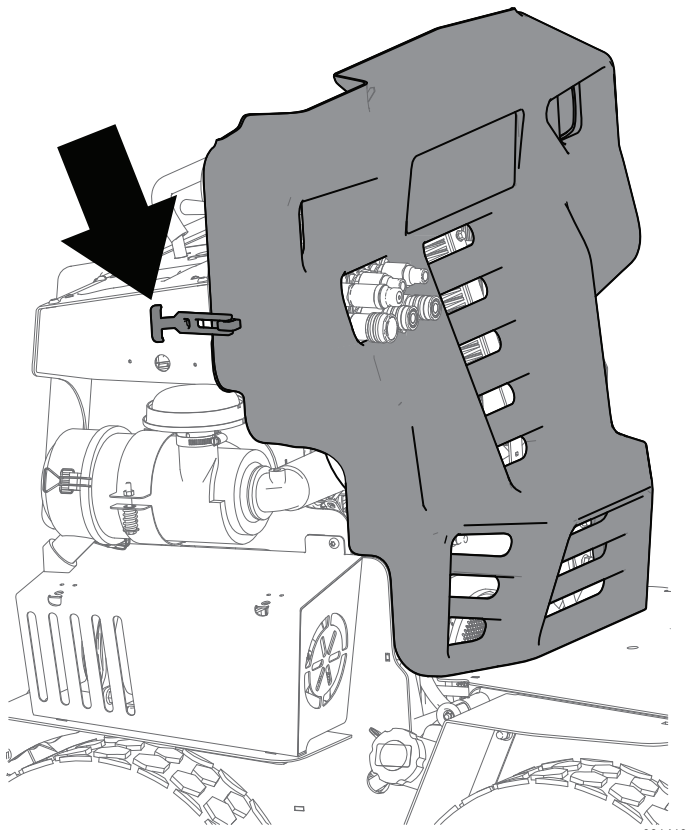

Bild 19
1. Entfernen Sie die vordere Kunststoffabdeckung (Bild 19).